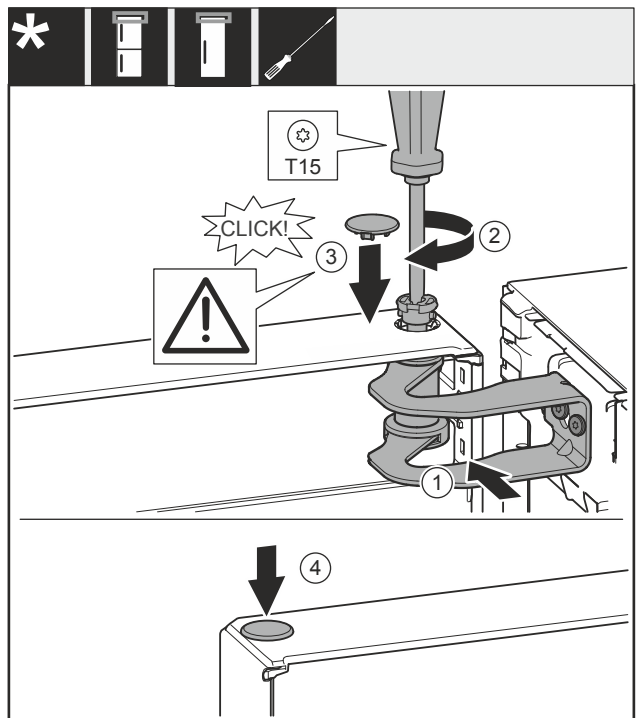

Fig. 50
- Aligner la porte sur l'ouverture du support de palier Fig. 50 (1).
- Insérer l'axe Fig. 50 (2) et le serrer avec un tournevis.
- Installer le couvercle Fig. 50 (3).
- Vérifier que le couvercle Fig. 50 (3) repose bien sur la porte.
- Installer le couvercle Fig. 50 (4).